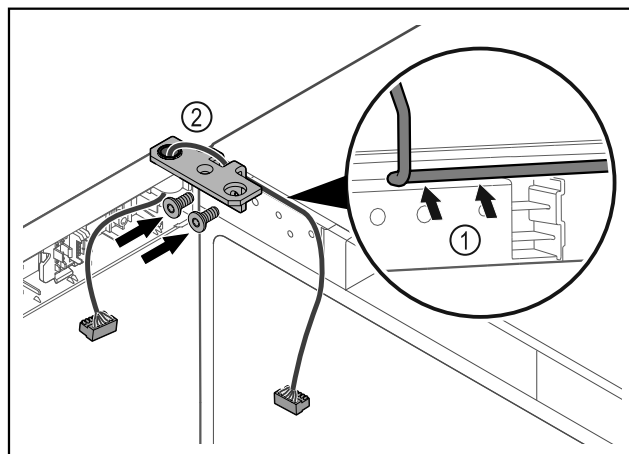

Fig. 45
- Sæt kablet gennem hængselvinklens udsparring, og træk det forsigtigt Fig. 45 (1).
- Skru hængselvinklen Fig. 45 (2) på.